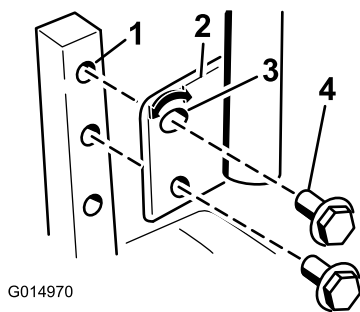

Figura 23
1. Remova os 2 parafusos que prendem a alavanca de controlo ao veio do braço de controlo (Figura 23).
3. Prenda a alavanca com os 2 parafusos (Figura 23).
2. Desaperte o parafuso inferior o suficiente para rodar a alavanca de controlo para a frente ou para trás (Figura 23). Aperte ambos os parafusos para fixar o controlo na nova posição.